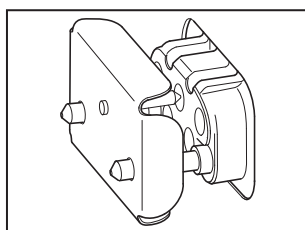

Fig. 1
- Laissez la plaque à induction se refroidir avant de la retirer si elle a besoin d'être nettoyée. Lorsque la plaque à induction est retirée du four, assurez-vous que le cache-prise fourni est utilisé pour empêcher les impuretés de pénétrer dans la prise électrique (Fig. 1).